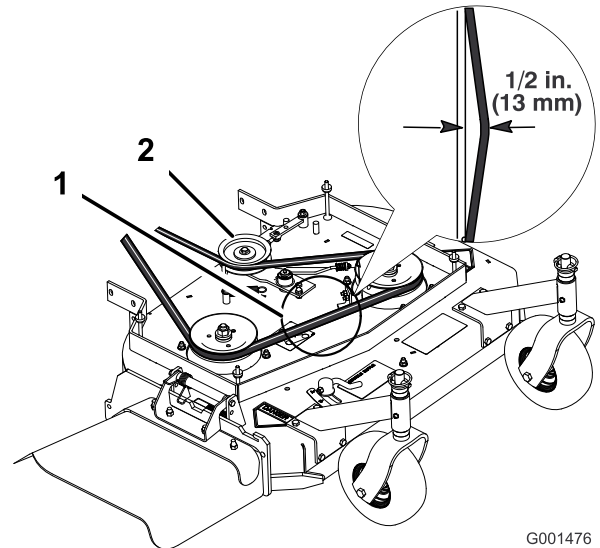

Figura 34
- Retire la polea tensora y la correa desgastada (Figura 34).
Nota: La tensión correcta de la correa del cortacésped es de 44-67 N (10-15 lbf) con la correa desviada 13 mm (1/2 pulg.) en el punto intermedio entre las poleas (Figura 34).